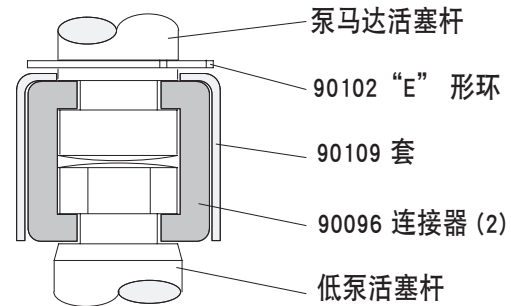

图 2
4. 用 e 形环钳将“e”形环向上拉到足够远处，使套筒能向上移动并松开两个接头（见图 2）。.